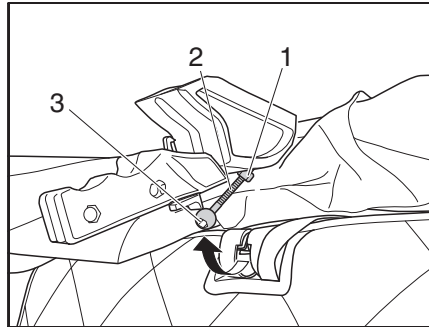

Figura 44 Bloqueo del techo elevable
- Mover el perno (Figura 44,2) para sacarlo del receptáculo de bloqueo.
- Aflojar tornillo de cabeza hexagonal (Figura 44,1).
- Apretar el perno con una llave hexagonal en el receptáculo hexagonal interior (Figura 44,3).
- Apretar tornillo de cabeza hexagonal (Figura 44,1) y girar el perno (Figura 44,2) para sacarlo del receptáculo de bloqueo.